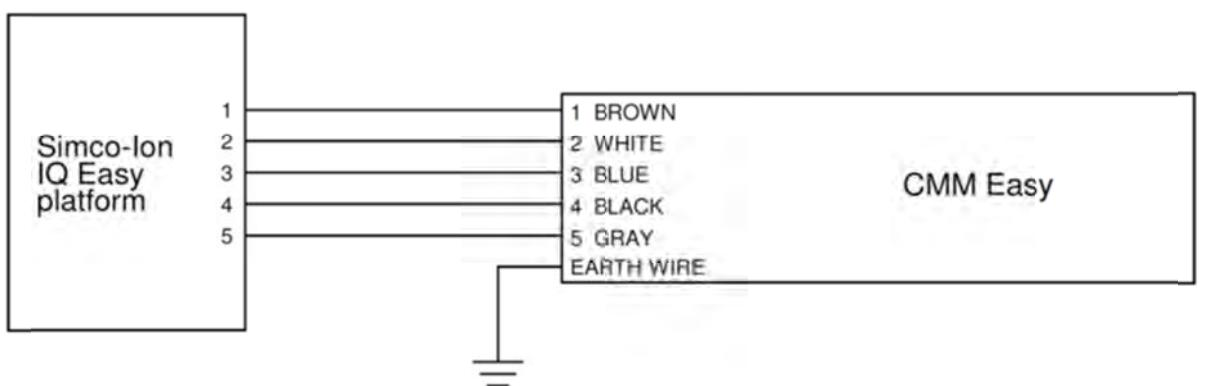

Abbildung 5, Anschlüsse CMM IQ Easy (mit Simco-Ion IQ Easy-Plattform)
5.3 CMM (IQ) Easy anschließen
- Schließen Sie das Kabel gemäß dem Schema in Abbildung 4 (Standard) oder Abbildung 5 (mit IQ-Plattform) an.
- Drehen Sie die Arretierschraube ganz in das Gehäuse des CMM (IQ) Easy hinein.
- Erhöhen Sie den Sollwert, damit die LED-Anzeigen orange leuchten. Die Hochspannung ist jetzt aktiv, und der Ausgang „Zyklus vollendet“ wird aktiviert, sobald kein Ladestrom zu den Elektroden mehr registriert wird. Wird der CMM gemäß Abbildung 4 angeschlossen, kann der Sollwert durch Anlegen von beispielsweise 7,5 mA (=4 kV) am Sollwert-Eingang erhöht werden. Lesen Sie die Bedienungsanleitung der Simco-Ion IQ-Plattform für weitere Informationen über das Einstellen des Sollwerts bei Anschluss des CMM gemäß Abbildung 5.
6.2 CMM (IQ) Easy justieren